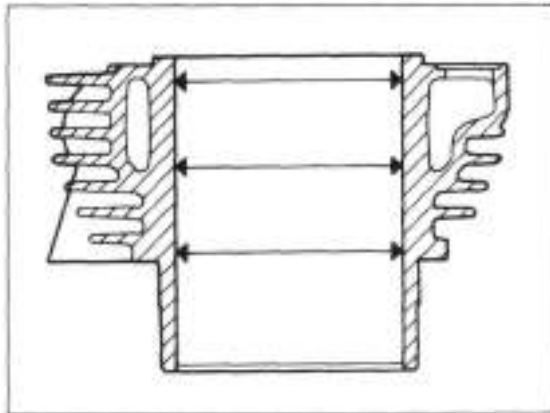
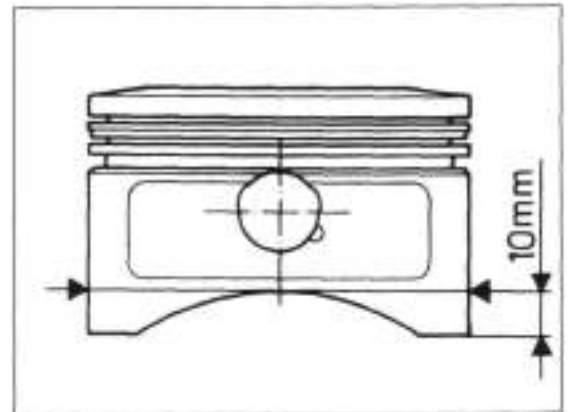

Bild 168 ➤
Bild 169
- 🧰 Am Kolbenhemd 10 mm über Unter-kante, im rechten Winkel zur Bolzenbohrung (Bild 168), Aussendurchmesser des Kolbens messen. Errechnetes Spiel des Kolbens im Zylinder (Bild 169) darf maximal 0,11 mm betragen (Einbau-mass 0,025 - 0,045 mm).